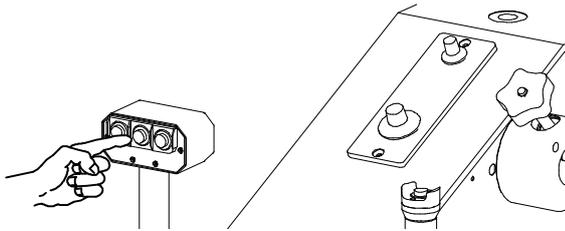

Fig. 13
d) O botão n° 2 (Fig. 13), ao centro do quadro, é usado no caso de corte de materiais semi-duros com o emprego de utensílios com um desenvolvimento linear médio.